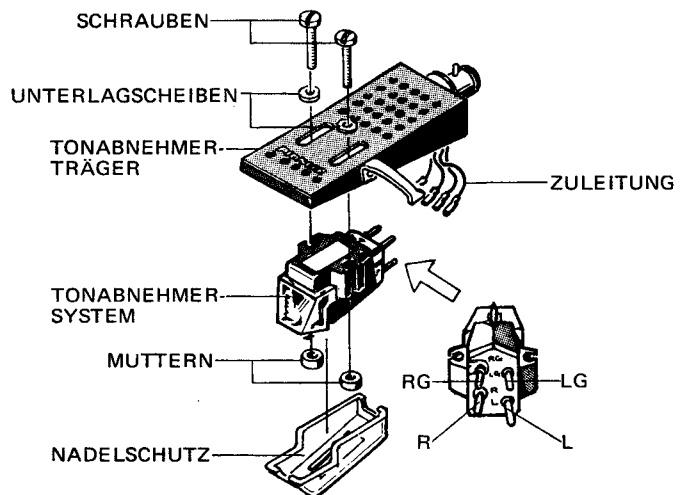

Abb. 1
3. Bringen Sie das Tonabnehmersystem mit Hilfe der Schrauben, Muttern, Unterlagscheiben usw. am Tonabnehmerträger an (Abb. 1).